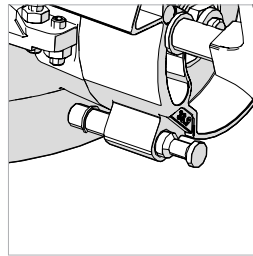

Fig. 45
Hinweis: Ein positiver Stopp ist bei einem Neigungswinkel von 33,9° vorgesehen. Dazu wird der 33,9°-Winkel-Pin eingesetzt (nach innen geschoben). (Abb. 45) Normalerweise sollte der Winkel-Pin in der nicht ausgefahrenen Position (herausgezogen) belassen werden.
- Setzen Sie die 33,9°-Winkel-Pin ein, indem Sie sie ganz nach innen drücken. (Abb. 45)